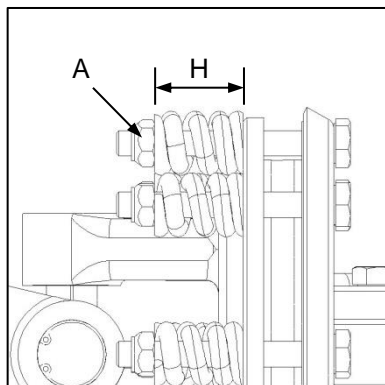

Fig. 5
- ✔ Release the pre-load on the friction clutch plates by loosening the nuts (Fig. 5-A) until the compression spring is just free to rotate by hand. Do not remove the nuts completely.
- ✔ Ontspan die voorlas op die wrywingkoppelaarplate deur die moere los te draai (Fig. 5-A) totdat die drukveer net vry genoeg is om met die hand te kan draai. Moet die moere nie heeltemal verwyder nie.
Following any maintenance or repair of the PTO friction clutch assembly the pre-load on the friction clutch plates must be adjusted to factory specifications. This is accomplished by adjusting the nuts (Fig. 5-A) to set the compressed spring length (Fig. 5-H).
Na instandhouding of herstel van die kragaftakkeras-wrywingkoppelaarmontering moet die voorlas op die koppelaarplate volgens fabriekspesifikasies verstel word. Dit word gedoen deur verstelling van die moere (Fig. 5-A) om die saamgeperste veer se lengte te stel (Fig. 5-H).